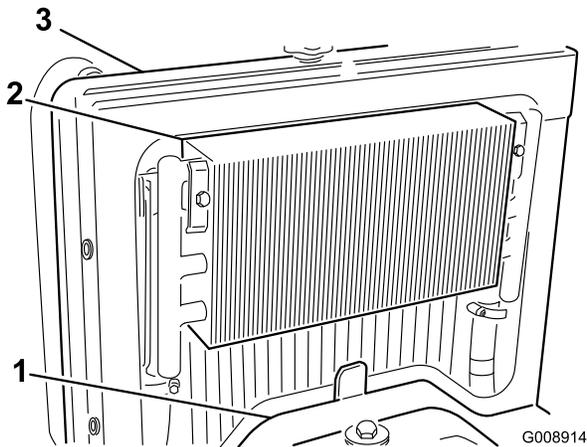

Figura 69
3. Retire el panel de acceso (Figura 69).